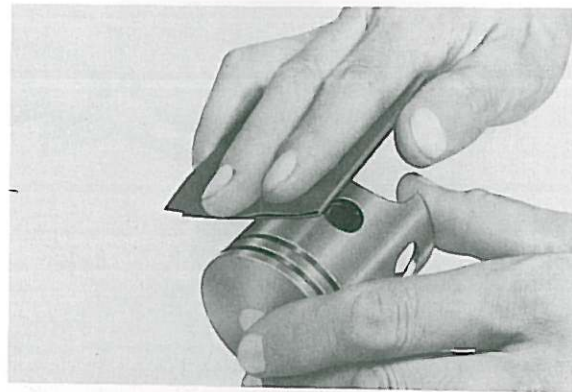

Fig. 3-3-12
4. Remove score marks and lacquer deposits from sides of piston using 400—600 grit wet sandpaper. Sand in a cross-hatch pattern. Do not sand excessively. (Fig. 3-3-12)
4. Avec du papier de verre humide No. 400—600, éliminer les rayures et les dépôts goudronneux présents sur la surface latérale du piston. Poncer en croix et modérément. (Fig. 3-3-12)
4. Riefen und Lackablagerungen mit nassem Sandpapier der Körnung 400—600 an den Seiten des Kolbens glätten. Kreuzschliff anwenden und nicht übermäßig schleifen. (Fig. 3-3-12)